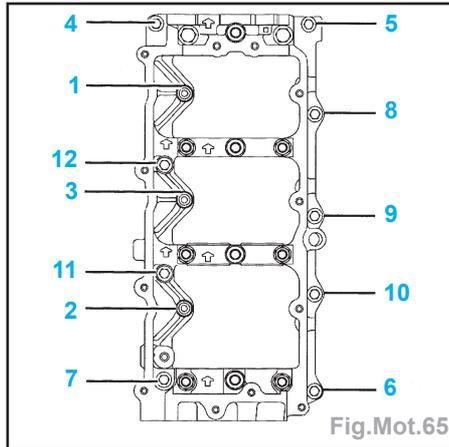

Fig.Mot.65
- les chapeaux de paliers inférieurs en serrant les vis M8 au couple de **2,2 daN.m**, et les vis M6 au couple de **1,2 daN.m** dans l'ordre préconisé (Fig.Mot.65).